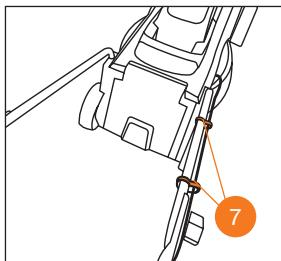

Рис. 7
- Закрепите электрический провод с помощью пластиковых прижимных клипс ⑦ (Рис. 7).